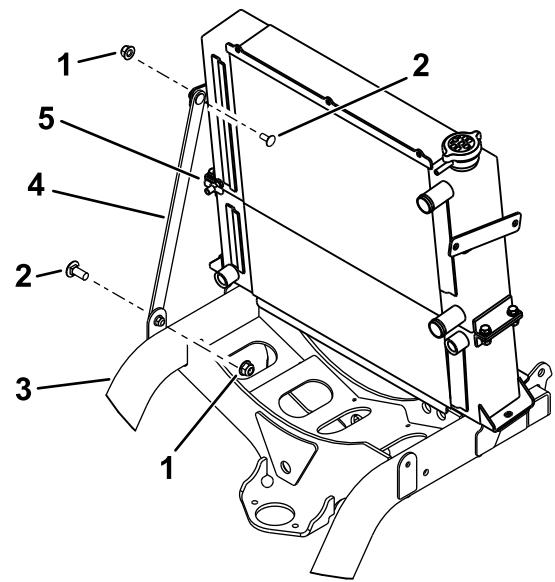

Figure 23
- 8. Vidangez la moitié du liquide de refroidissement moteur du radiateur à l'aide de la valve située sur le côté droit du radiateur, comme montré à la Figure 23.
7. Déposez le support existant du cadre de la machine et du radiateur (Figure 23). Conservez les fixations.
2. Fixez le réservoir et son support sur le cadre et le radiateur à l'aide des fixations retirées précédemment (Figure 21 ou Figure 23).